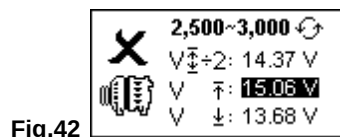
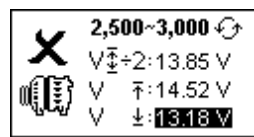

Fig.42
Fig.43
6. Se le tensioni di carica, minima o massima, non sono entro i limiti di tensione, lo strumento visualizzerà una delle schermate qui sotto (Fig.42 e Fig.43) e evidenzierà il dato, fornendo indicazione all'utente di controllare il sistema di ricarica.